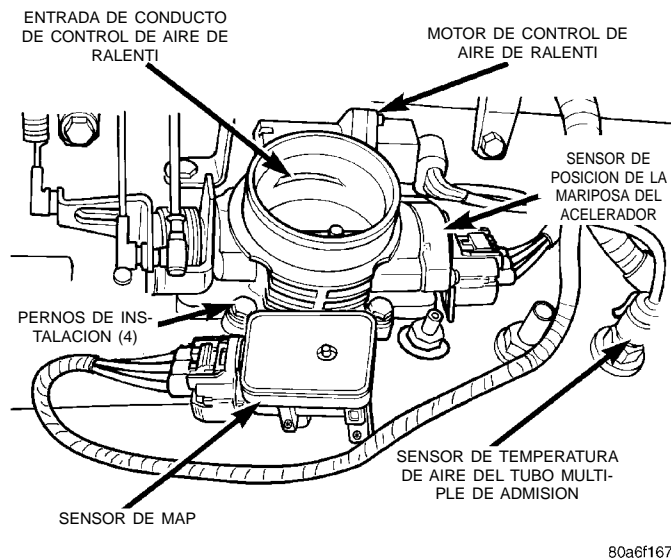
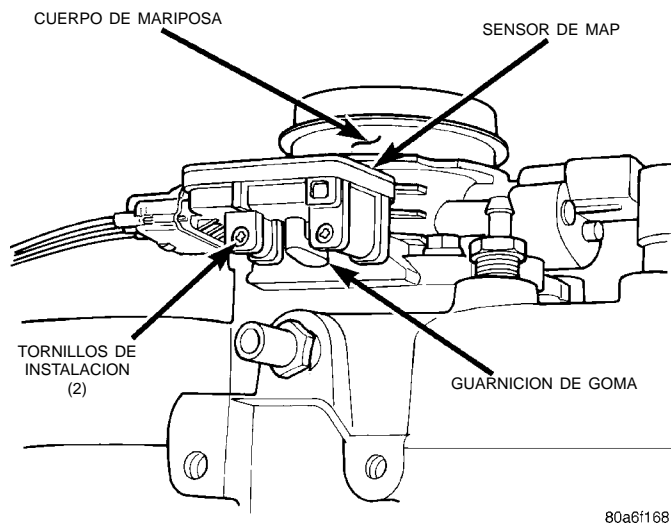

Fig. 75 Localización del sensor de MAP—Motor de 4.0L
Fig. 76 Guarnición de goma en forma de L—Sensor de MAP al cuerpo de mariposa—Motor de 4.0L
El sensor de MAP está instalado en el costado del cuerpo de mariposa (Fig. 75). Para conectar el sensor de MAP al cuerpo de mariposa se utiliza una guarnición de goma en forma de L (Fig. 76).
- (1) Retire el tubo de entrada del depurador de aire al cuerpo de mariposa.
- (2) Retire los dos pernos de instalación del sensor de MAP (tornillos) (Fig. 76).
- (3) Mientras retira el sensor de MAP, aparte la guarnición de goma en forma de L (Fig. 76) del cuerpo de mariposa.
- (4) Retire la guarnición de goma en forma de L del sensor de MAP.